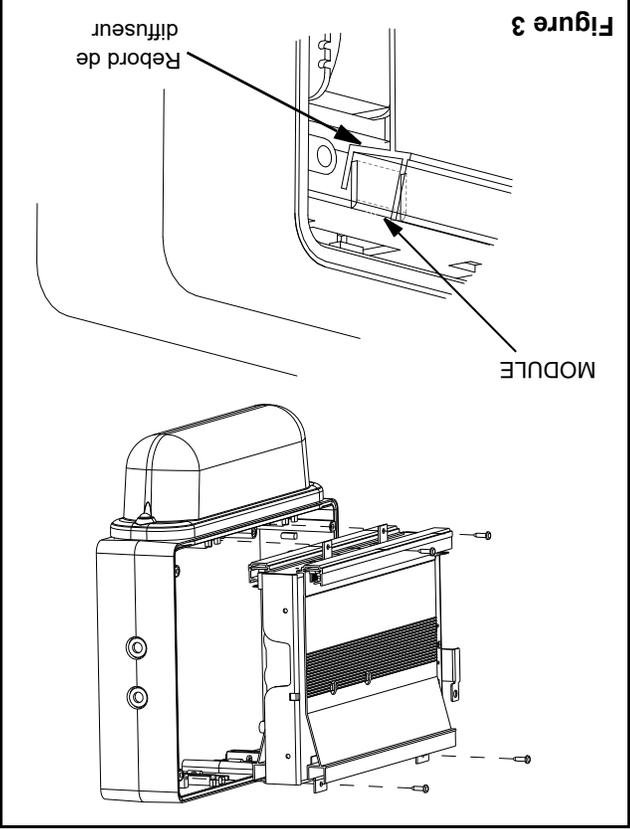
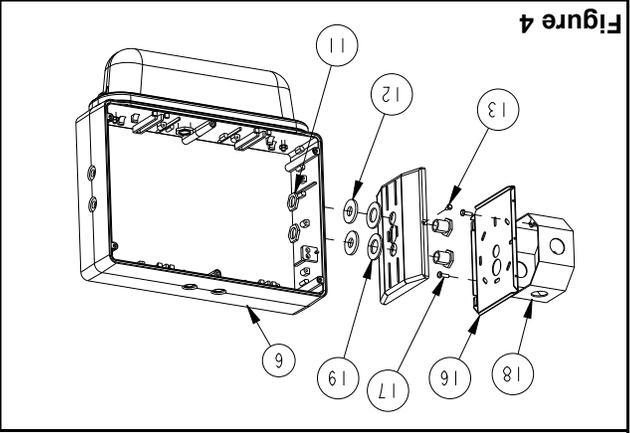

Figure 3
Figure 4
- Pour accéder aux trous défonçables du cadre, retirer les 4 vis retenant le module électronique au cadre afin de les séparer (voir figure 3). Débrancher les fils des lampes avant d'enlever le module.
- Pour les modèles à double face, il est important de noter que vous devez enlever le diffuseur (10) avant de retirer le module du boîtier.
- Choisir quels trous du cadre serviront au montage (voir les figures 1, 2 et 4). Soulever le cadre à l'aide de deux blocs de bois espacés à coup sec à l'aide d'un marteau et d'un tournevis. Enlever toute bavure dans les trous afin de permettre un bon contact avec le raccord fileté. Note: le montage en bout (voir figure 4), bien qu'étanche à l'eau, n'est pas certifié Nema 4X.
- Visser le pavillon au cadre à l'aide du raccord fileté. S'assurer que le joint d'étanchéité est bien placé entre le pavillon et le cadre, et que les écrous soient à l'intérieur de l'indicateur (voir figure 4).
- Pour les modèles à double face: Assurez-vous avant de remettre en place le module électronique, d'installer à nouveau le diffuseur (10), en enclenchant sa partie supérieure en premier dans le module électronique et par la suite, en vissant sa partie du bas (voir fig.3).
- Retirer les 4 vis retenant le module électronique au cadre afin de les séparer (voir figure 3). Débrancher les fils des lampes avant d'enlever le module.